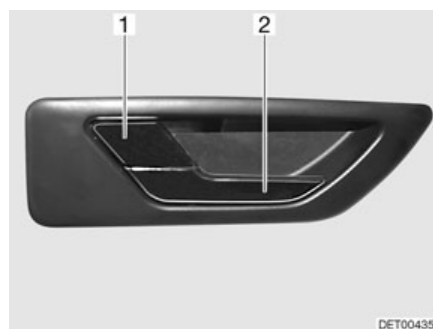

Fig. 41 Serrure de la porte chauffeur, à l'intérieur
- Tirer sur la poignée (Fig. 41,2). La serrure de la porte est déverrouillée. Le levier de sécurité (Fig. 41,1) ressort automatiquement.
- Appuyer sur le levier de sécurité (Fig. 41,1).